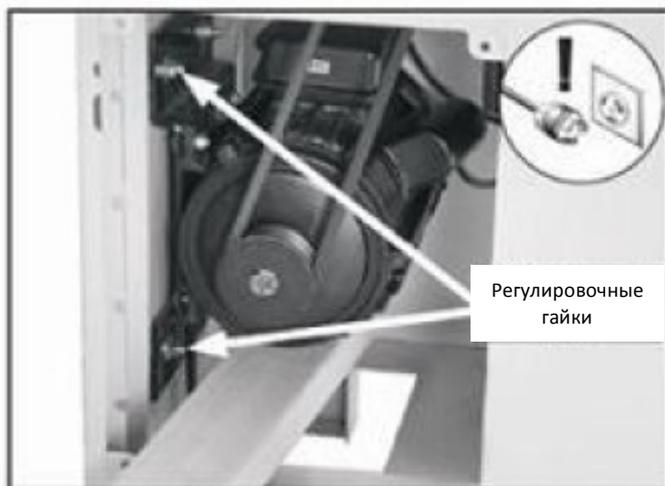

Рис. 26. Снятие натяжения клиновых ремней
4. С помощью ключа на 14 мм ослабить четыре регулировочные гайки и поднять двигатель (рис. 26) для ослабления натяжения ремней.